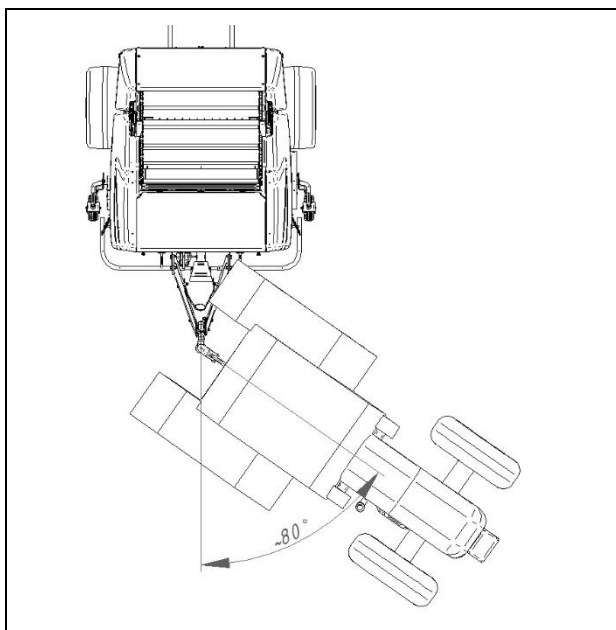

Рис. 41. Укорачивание вала – установка машины
- поверните трактор под углом 80° по отношению к машине (Рис. 41),